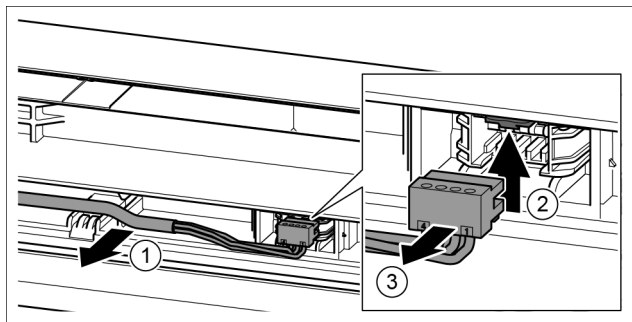

Fig. 19
- ▶ Desprindeți cu precauție cablul gri din ghidaj în ușă. Fig. 19 (1)
- ▶ Apăsați în sus eclisa. Fig. 19 (2)
- ▶ Scoateți cu precauție fișa. Fig. 19 (3)